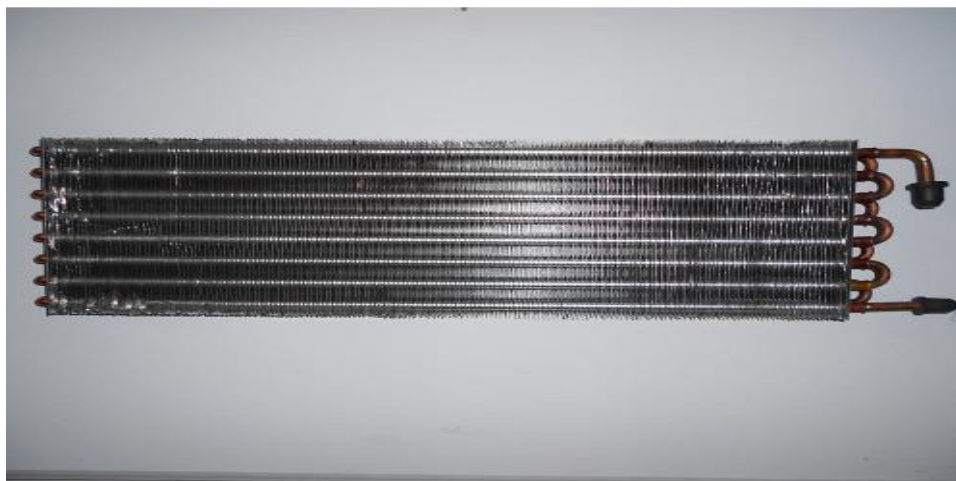

Рис. 9. Испарительная батарея
Испарительные батареи (рис. 9) предназначены для испарения жидкого хладагента, выходящего из ТРВ (6) за счёт отбора теплоты от продуктов, размещенных в холодильной (14) или морозильной (15) камере.